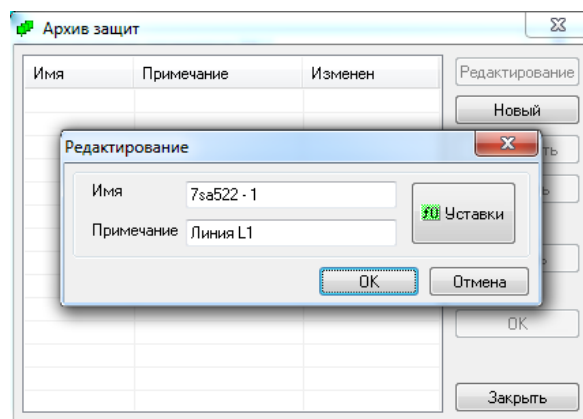

Рис. 5.28. Внесение имени защиты и примечания
После нажатия кнопки *Новый* вносится имя защиты и, если нужно, примечания (рис. 5.28):
- выйти из архива, последовательно нажимая кнопку ОК. При этом исправленные уставки переносятся в активированную защиту и запоминаются под новым именем (рис. 5.28).